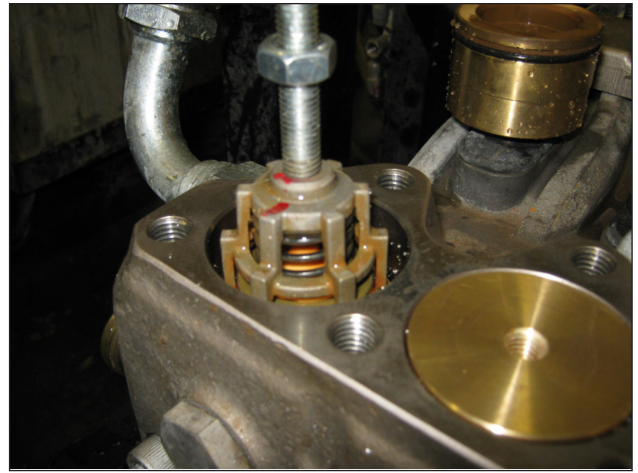

Fig. 16/a
- Dévisser les 7 vis M12x35 de fixation des couvercles des soupapes et déposer les couvercles (Fig. 16).